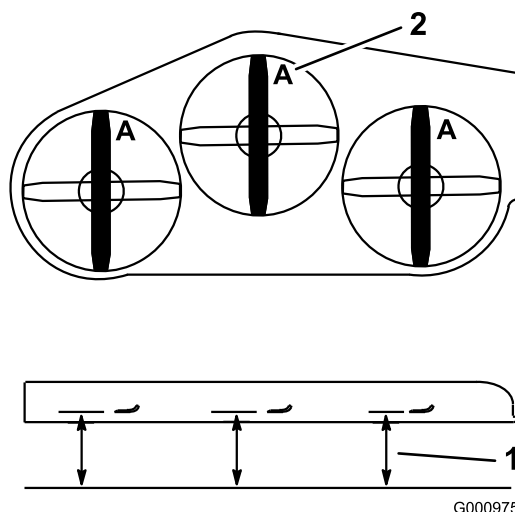

**Figura 72**
1. Inspeccione as extremidades de corte (Figura 72).
4. Se verificar quaisquer fissuras, desgaste, ou a formação de ranhuras nesta área instale imediatamente uma lâmina nova (Figura 72).